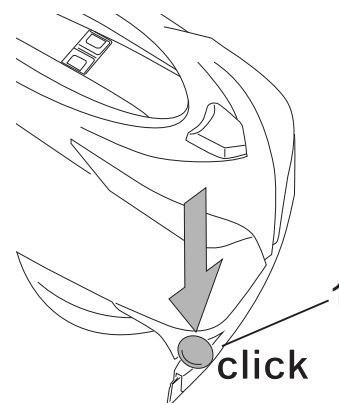

Fig.2B
- Instale a roda de proteção (Fig.2B-Ref.1).